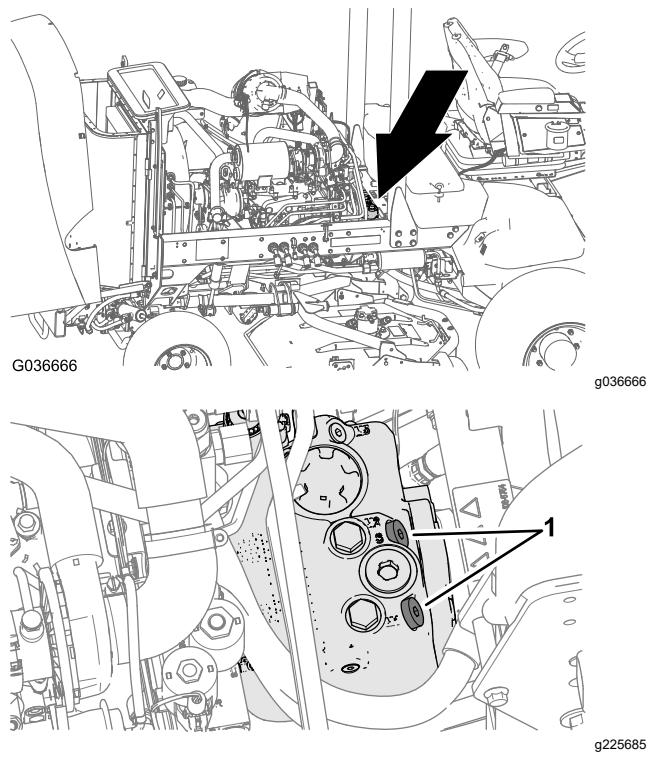

Рисунок 28
- Откройте капот и найдите перепускные клапаны (Рисунок 28) сверху на насосе, позади аккумулятора и ящиков для хранения.